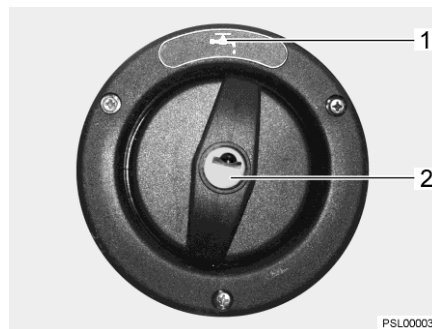

Fig. 85 Couvercle de fermeture pour bec de remplissage d'eau potable
- ▷ Le bec de remplissage d'eau potable est désigné par le symbole "☕" (Fig. 85,1).
- ▷ L'ouverture et la fermeture du couvercle de fermeture (Fig. 85,2) sont décrites au paragraphe 11.2.